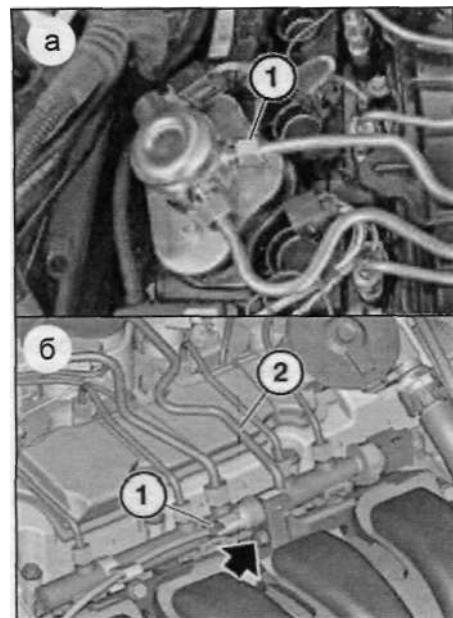
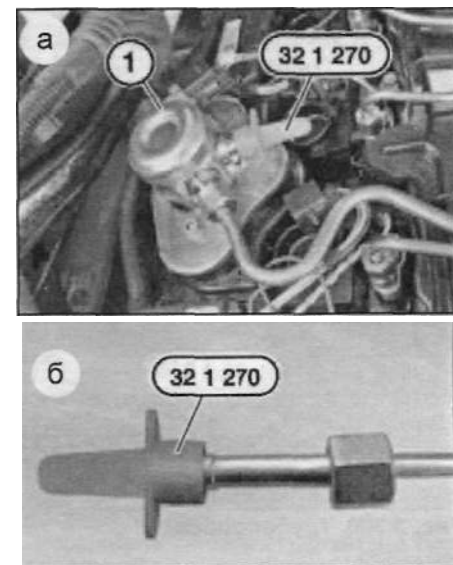

Рис. 3.306. Трубопровод.
Рис. 3.307. Приспособления.
Отвернуть гайку (1, рис. 3.306,а). Разблокировать и отсоединить ШС (1, рис. 3.306,б) от датчика низкого давления. Вывернуть болт М7х16 (стрелка) и снять трубопровод (2) подачи. Используя заглушки из набора приспособлений "32.1.270" (рис. 3.307,а),
- Затянуть гайку М14 (1, см. рис. 3.306,а) моментом $30,0 \pm 2,0$ Нм ($3,0 \pm 0,2$ кгс-м).